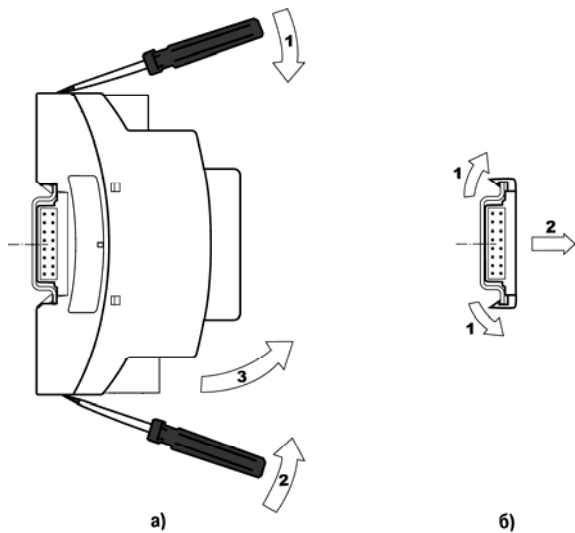

Рисунок 5.3 – Демонтаж модуля с DIN-рейки
- при помощи отвертки открыть защёлки, фиксирующие модуль на DIN-рейке (см. рисунок 5.3, а).
- для снятия соединителя следует поддеть пальцами одновременно все его крючки, потянуть на себя (см. рисунок 5.3, б).
Соединители располагаются между модулями и DIN-рейкой (см. рисунок 5.3). Соответствующий модулю соединитель входит в комплект поставки.